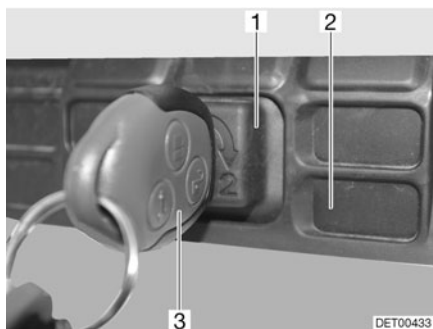

Fig. 26 Desbloqueo del capó del motor Fortero, Van
- Introducir la llave de contacto (Fig. 26,3) en el cilindro de cierre (Fig. 26,1) de la rejilla del radiador (Fig. 26,2).
- Girar hacia atrás la llave de contacto a la posición central (Fig. 26) y extraerla.